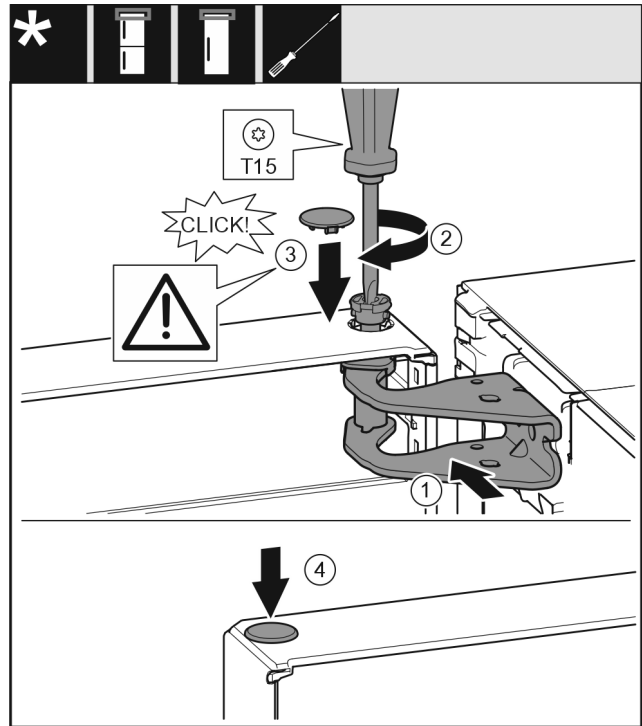

Fig. 19
- ▶ Justér døren foroven i forhold til åbningen i hængselbukken. Fig. 19 (1)
- ▶ Sæt bolten i, og skru den fast med skruetrækker T15. Fig. 19 (2)
- ▶ Monter sikringsafdækningen for at beskytte døren: Anbring sikringsafdækningen, og kontrollér, om det hviler på døren. Hvis dette ikke er tilfældet, skal bolten sættes helt i. Fig. 19 (3)
- ▶ Sæt propperne i. Fig. 19 (4)